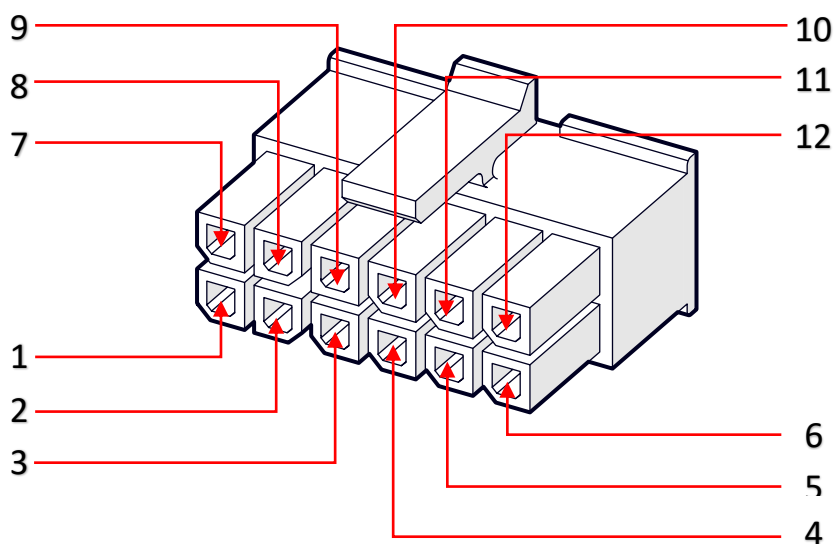

Рисунок 3
5.1 Для сборки контактной колодки «Molex 43025-1200», подключаемой к тахографу, руководствуются схемой соединений, представленной на рис.3 и табл. 1